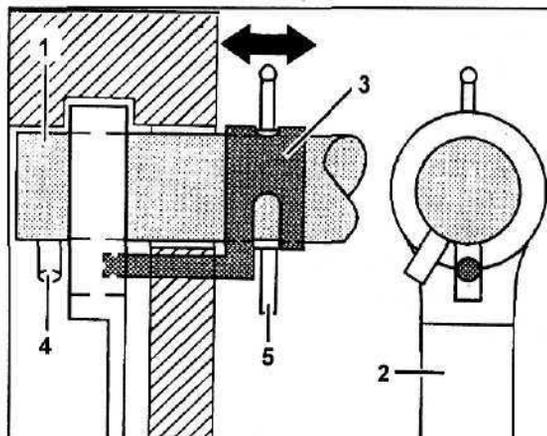

Рис. 8.
Механизм разъединения рычага выбора диапазона и тяги при переключении "D"-"4" (рис. 8) предназначен для разрыва связи между тягой и рычагом. При перемещении рычага выбора диапазона из положения "D" в "4" вал переключения (1) перемещается вдоль оси влево, смещая при этом и цилиндрический штифт (4) на промежуточном рычаге (2). Одновременно блокирующий рычаг (3) входит в паз промежуточного рычага (2). Блокирующий рычаг стопорит промежуточный рычаг (2), благодаря чему тяга фиксируется в положении "D". Цилиндрический штифт (5) фиксирует блокирующий рычаг на валу переключения и находится в пазе ведущей пластины. Этот паз оказывается доступным только при установке рычага выбора диапазона в положение "D".